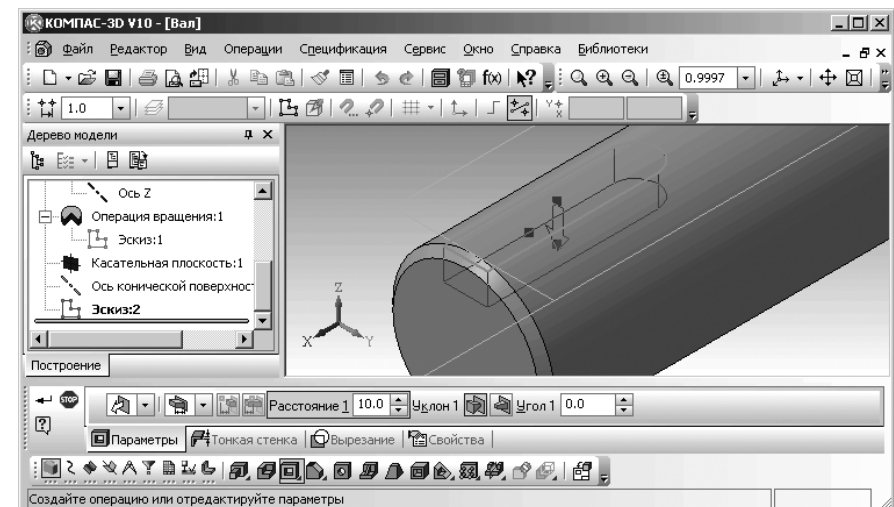

Рис. 2.99. Возможное состояние системы в процессе выполнения операции вырезания выдавливанием при создании шпоночного паза
- увеличьте местоположение шпоночного паза, например, так, как показано на рис. 2.99;